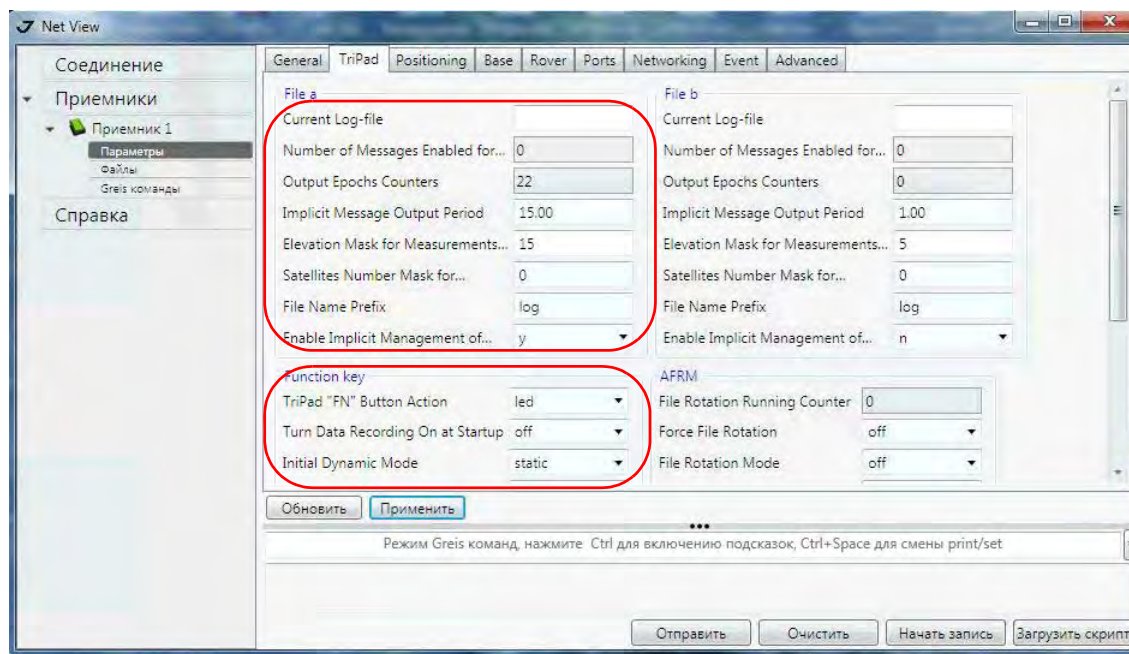

Рисунок 17. Настройки в закладке TriPad
4. Перейдите в закладку *TriPad* и настройте следующие параметры (Табл. 6), а затем нажмите *Применить* (Рис. 17 на стр. 28).